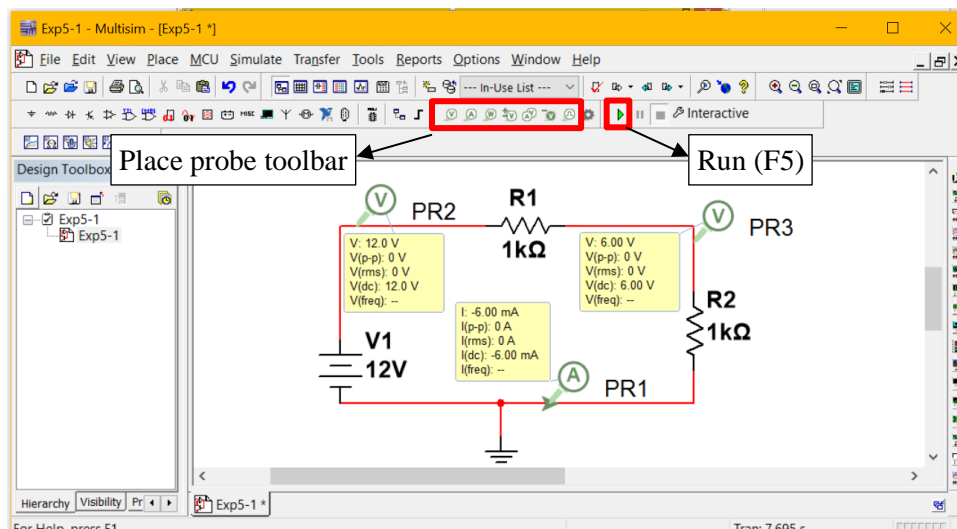

Figura 5. Simulação de divisor resistivo com pontas de prova de corrente e tensão (PR1, PR2 e PR3).
**Ponta de prova:** O jeito mais fácil de verificar o ponto quiescente é utilizando um PROBE (ponta de prova). Seguindo o exemplo do divisor resistivo iniciado na seção “Criando um diagrama do seu circuito”, posicione PROBES a diferentes ramos do circuito para visualizar suas tensões e correntes instantâneas, como indicado na Figura 5.
Clique em “Run” (triângulo verde na Figura 5) na barra de simulação ou aperte a tecla <F5> do seu teclado para rodar a simulação.